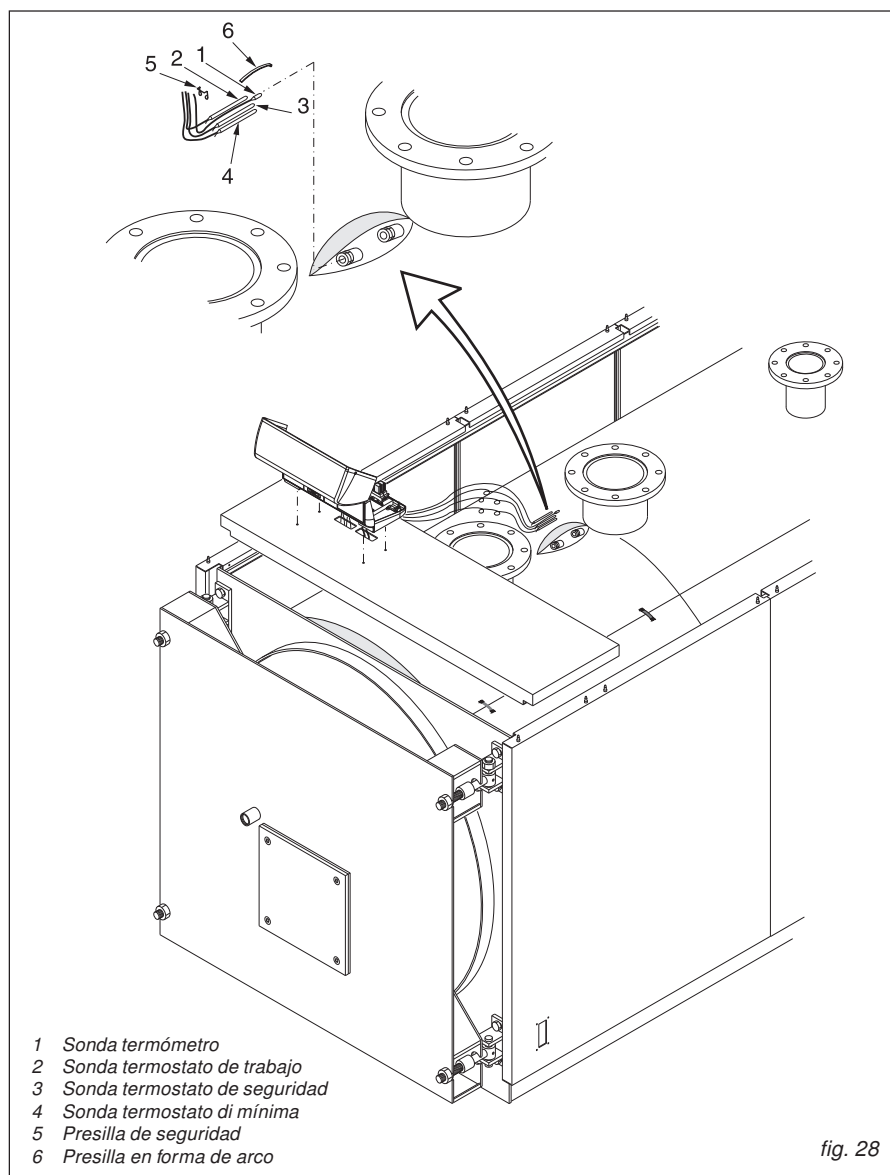

fig. 28
- F) Introducir en las vainas los bulbos de las sondas como se indica en la fig. 28 y llevar a cabo la conexión eléctrica del cuadro de control a la línea de alimentación,
- E) Introducir en las vainas los bulbos de las sondas como se indica en la fig. 28 y llevar a cabo la conexión eléctrica del cuadro de control a la línea de alimentación, al quemador y a las posibles bombas, etc.
- E. Introducir en las vainas los bulbos de los mandos como aparece indicado en la fig. 28 y llevar a cabo la conexión eléctrica del cuadro de mandos en la línea de alimentación, al quemador y a las eventuales bombas, etc.
En la siguiente secuencia debemos introducir las sondas de control en el /los aljibes en el lado superior de la caldera (Ref. fig. 28): el termómetro (pos. 1), el termostato de trabajo (pos. 2), el termostato de seguridad (pos. 3), el termostato de mínima (pos. 4).